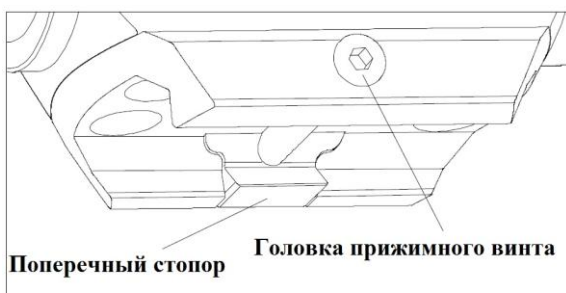

рис.3
2. Вставьте ключ в головку прижимного винта и поверните его, чтобы ослабить стопор. Установите прицел на подходящее место на планке. Затяните прижимной винт. (Рис.3).